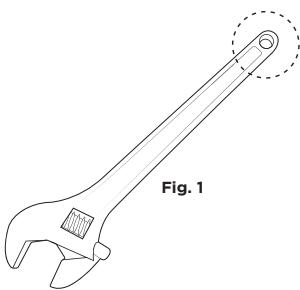

Fig. 1
1. For attachment to tools with a captive hole or handle engineered hole into the tool [fig 1], locate the tool's connection point. Weigh your tool to determine the appropriate tool lanyard to use and directly attach that tool lanyard to the captive hole.
1. Para acoplarlos a herramientas con un orificio cautivo o con un orificio en el mango [fig. 1], localice el punto de conexión de la herramienta. Pese la herramienta para determinar la cuerda de amarre para herramientas que necesitará y acople directamente la cuerda de amarre para herramientas al orificio cautivo.